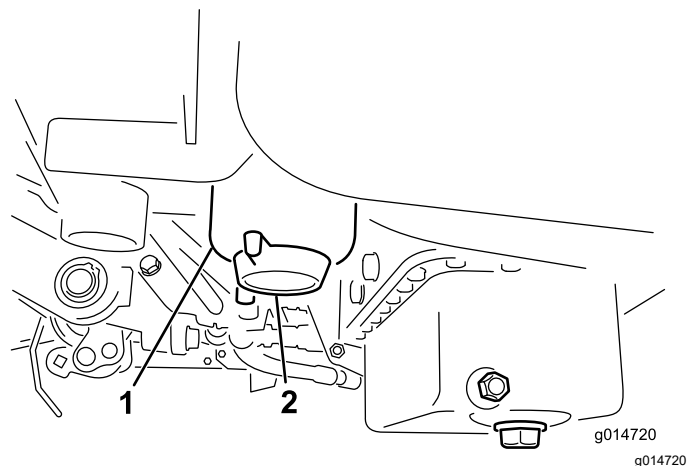

図 33
3. 燃料フィルタについているドレンプラグを 1 回転ほど開き、内部にたまっている異物を流し出す 図 33。